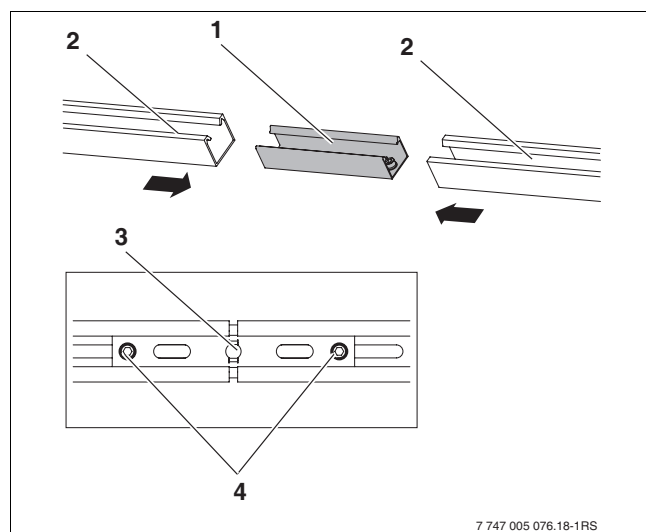

Fig. 24 Relier les rails profilés FD/ÜD
- Glisser le connecteur (fig. 24 [1]) jusqu'à la butée dans les deux rails profilés [2].
- Pour bloquer, serrer les deux chevilles filetées M10 (fig. 24, [4]) dans le connecteur avec la clé plate SW5.
- Visser les rails profilés FD/ÜD (fig. 24, [1]) d'abord au rail de support-capteur du milieu en utilisant la perforation [3] du connecteur.